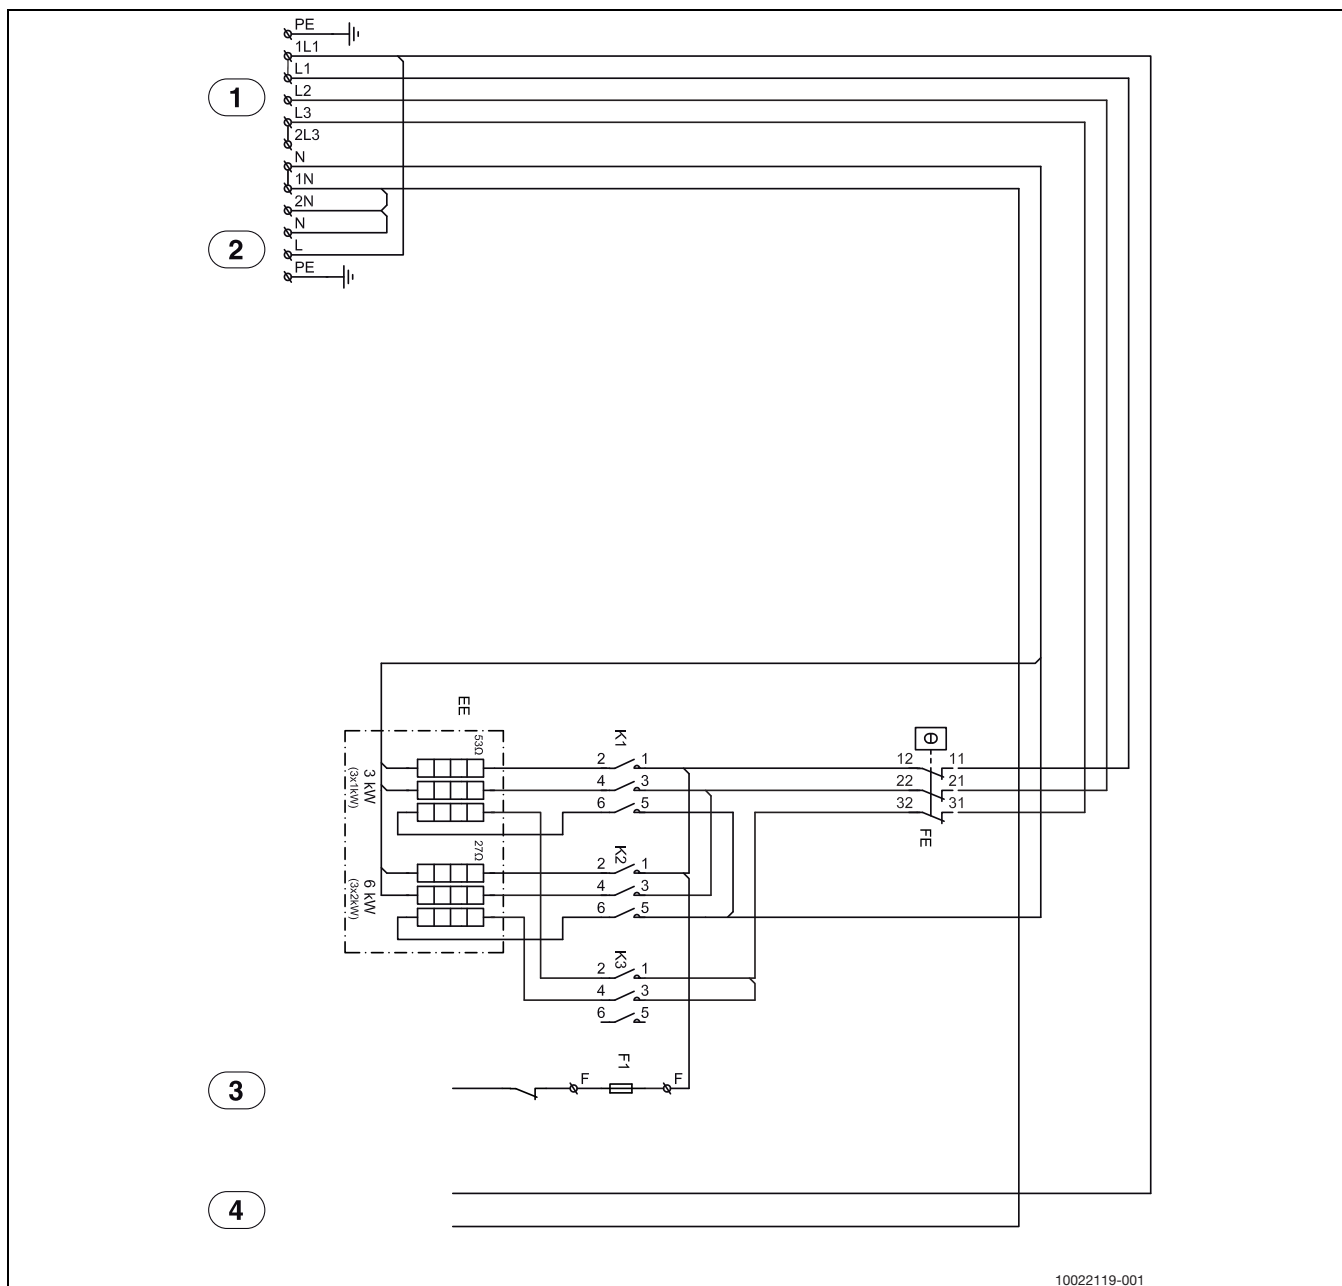

Fig. 53 Tensione di alimentazione elettrica pompa di calore e unità interna 9 kW
- [1] Tensione di funzionamento 230 V ~ ([5] fig. 53 o [4] fig. 53)
- [2] Uscita allarme resistenza elettrica/pressostato ([4] fig. 53 o [3] fig. 53)